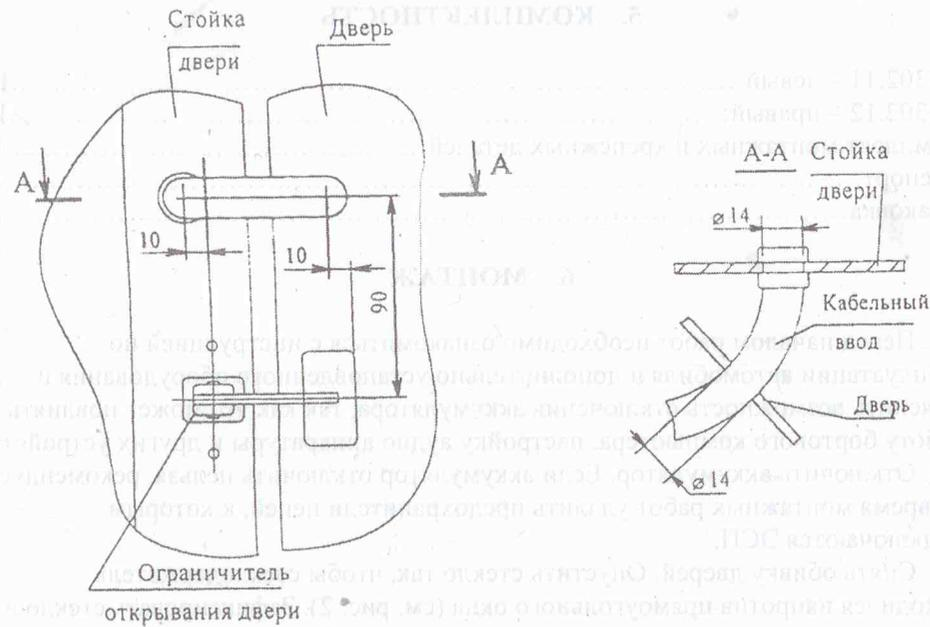

Рис. 1. Установка кабельного ввода.
- 6.5. Просверлить отверстие диаметром 14 мм в стойке двери для установки кабельного ввода (см. рис. 1).